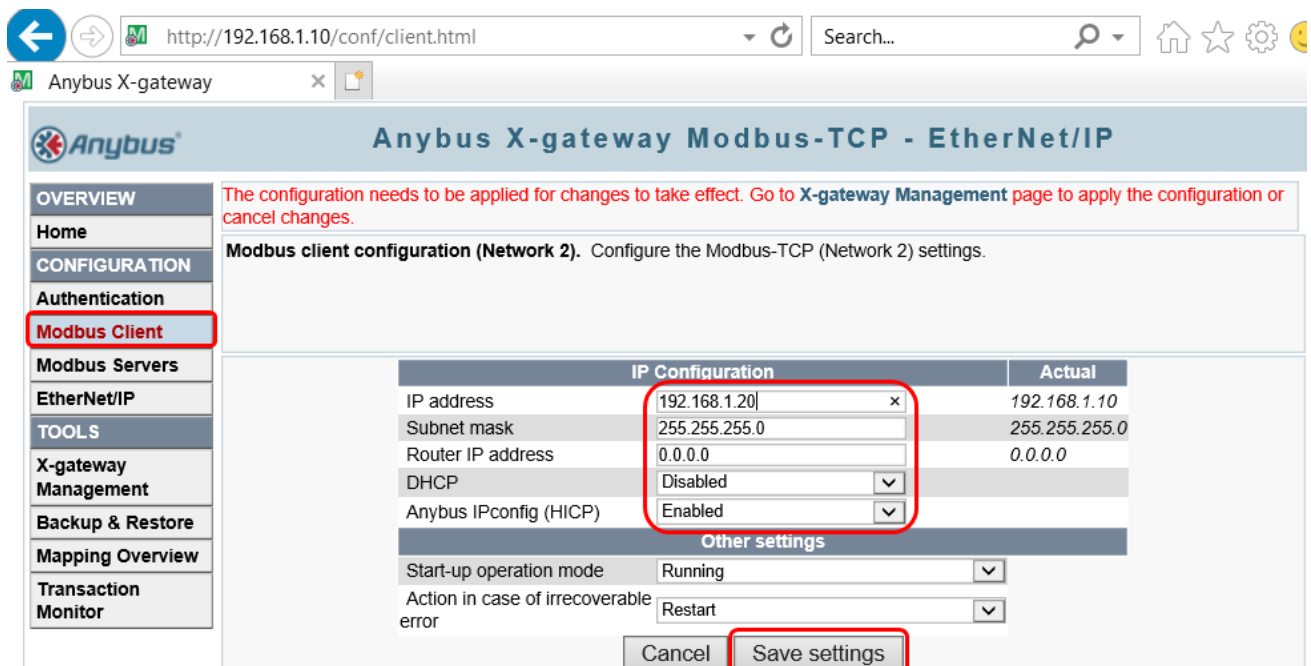

图 2-6 设置主站参数
4. 点击左侧列表中“Modbus Client”按钮，设置 Modbus-TCP 主站 IP 地址，其他参数保持默认设置，如图 2-6 所示。设置完成后点击“Save settings”按钮。